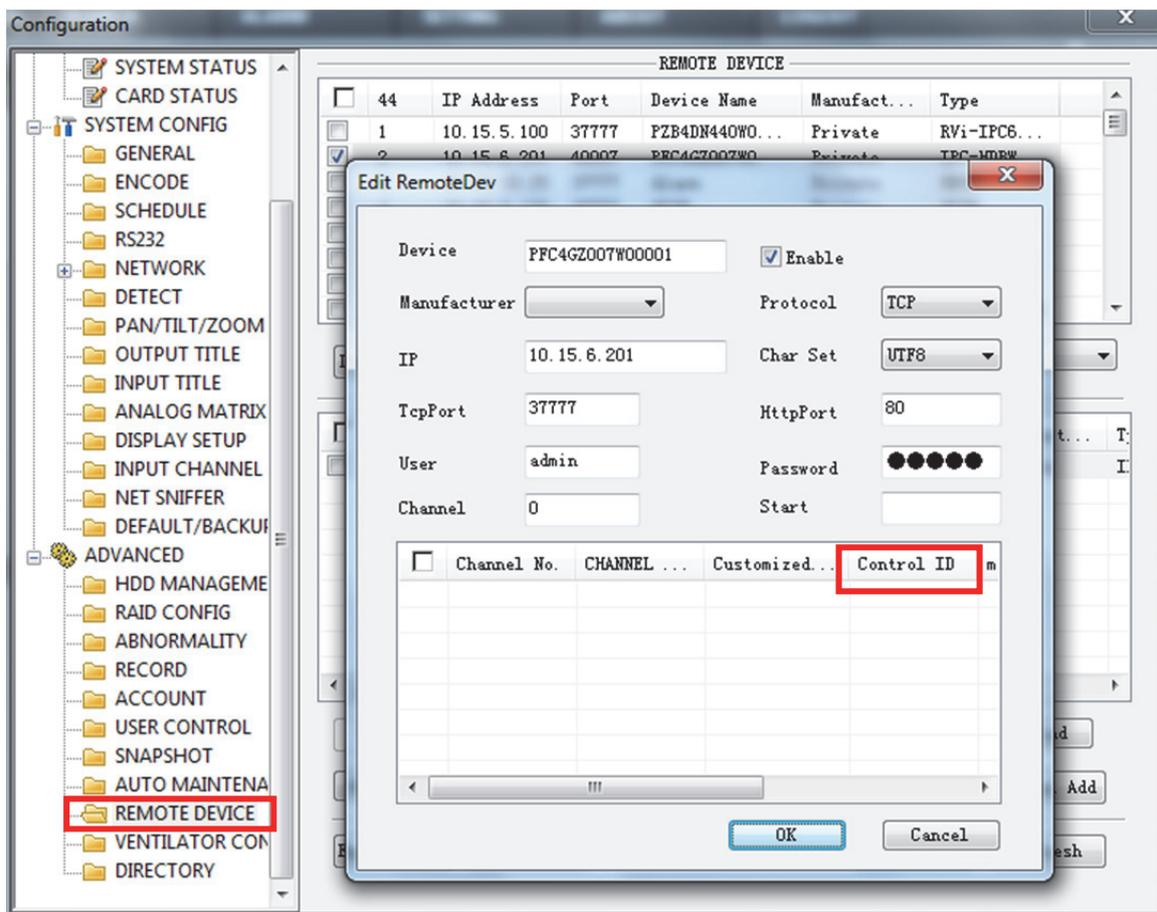

Figure 7-3
- Suivez le chemin [Réglage] -> [Appareil distant] ([Setting] -> [Remote Device]) et double-cliquez sur la source du signal pour modifier le numéro de contrôle de l'appareil distant. Voir Figure 7-3.